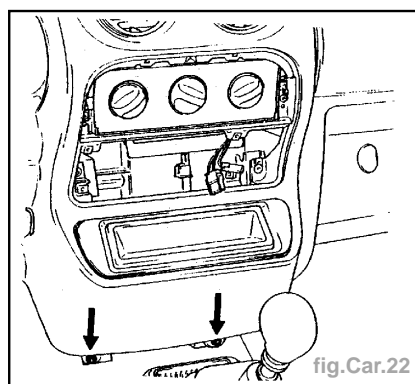

fig.Car.22
- Déposer les deux fixations inférieures centrales (fig.Car.22).